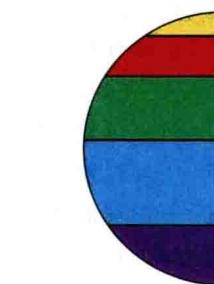

图 1-5 填充后的半圆
5. 使用选择工具，点击分割后的对象。打开【窗口】→【色板】，选中一个对象在色板中分别点击黄色、红色、绿色、青色、蓝色，为每一块进行填色处理。其填充后的效果如图 1-5 所示。